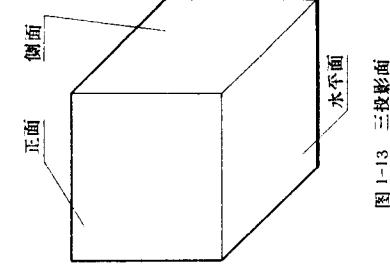

图 1-13 三投影面
我们研究物体的投影时，一般假想是把物体放在三个互相垂直的① 投影面内进行正投影的。正对着我们的投影面叫做正面，正面下方的叫水平面，旁边的叫侧面，如图 1-13。